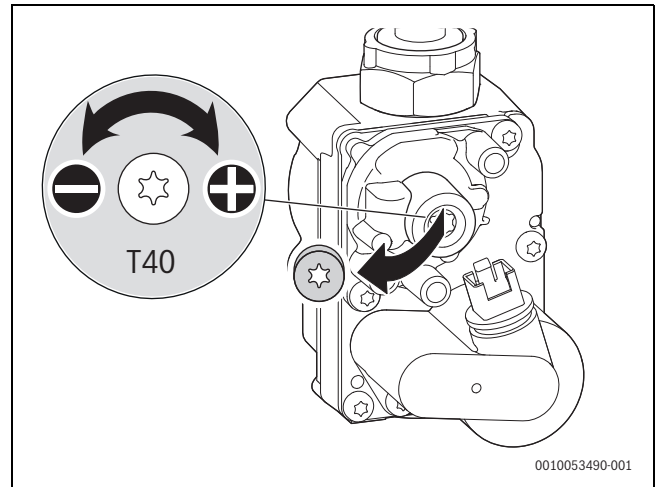

Bild 54 CO₂- oder O₂-Gehalt einstellen
- ▶ Plombe an der Einstellschraube der Gasarmatur entfernen (nur bei der unteren Gasarmatur in Bild 54) und CO₂- oder O₂-Gehalt für minimale Nennwärmeleistung einstellen.